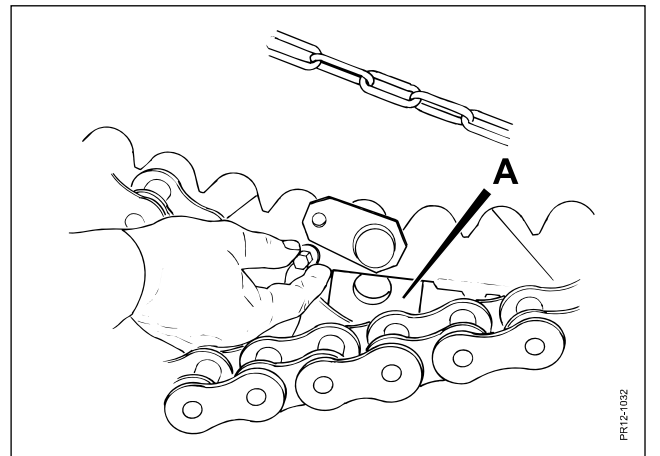

Fig. 4.14
- Fig. 4.14** Hæv, ved hjælp af støttestoden, undervognen så tredje hul i afstandsstangen A passer udfor øverste fæste på karret. Sæt tappen i hul og fastgør med skrue. Denne placering giver en trækøjehøjde på ca. 95 cm og vandretstående kar.